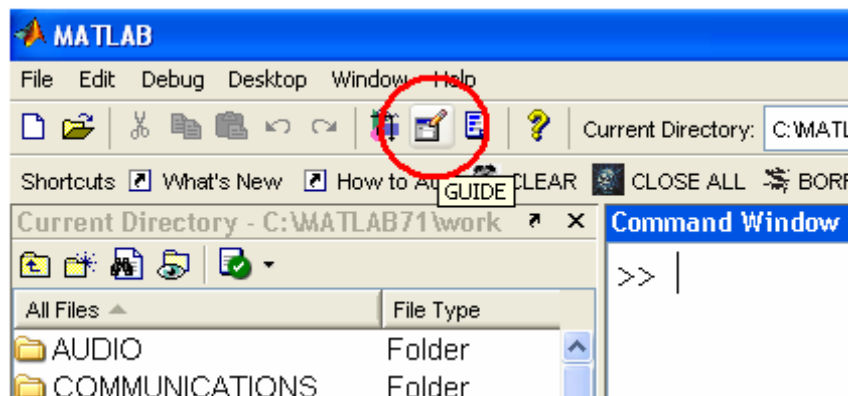

Figura 1. Icono GUI.
2. Haciendo un clic en el ícono que muestra la figura 1: